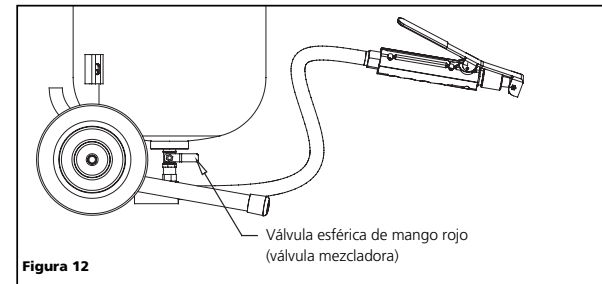

Figura 12
4. Coloque la válvula esférica de mango rojo ubicada debajo del tanque en la posición intermedia, entre la posición completamente abierta y la posición completamente cerrada. Esta válvula "mezcladora" ajusta la proporción entre el material abrasivo y el aire (ver figura 12).